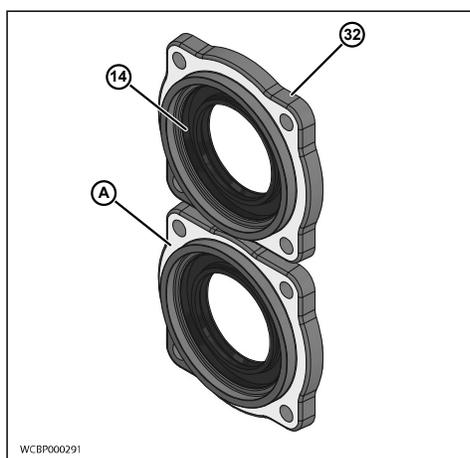

Ilustración 72 - Retirar el sellador de las fijaciones
4. Retire el sellador de silicona (Ilustración 72, elemento A) de la fijación del rodamiento (32) y de la caja de engranajes.